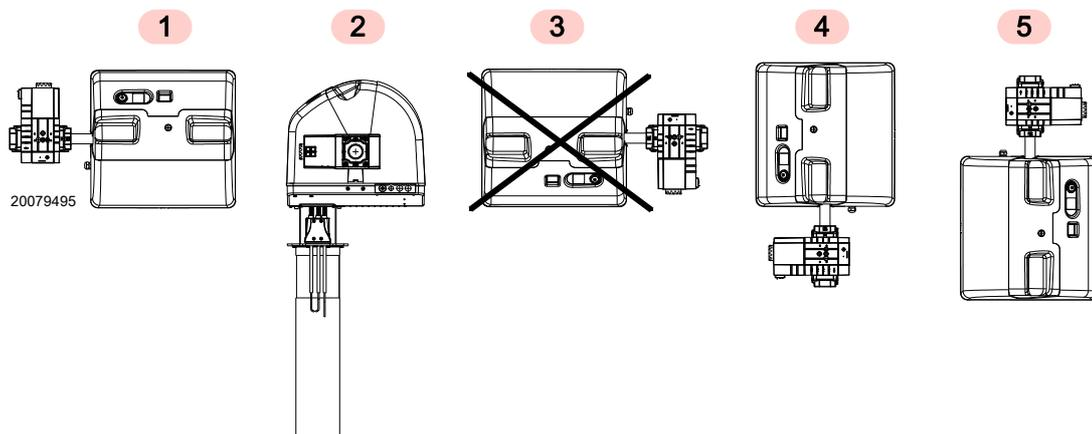

图 12
- ▶ 燃烧器设计为仅能安装在位置 1, 2, 4 和 5 (图 12)。
- ▶ 所有位置均要求安装燃气阀, 线圈朝上或垂直 (图 12)。